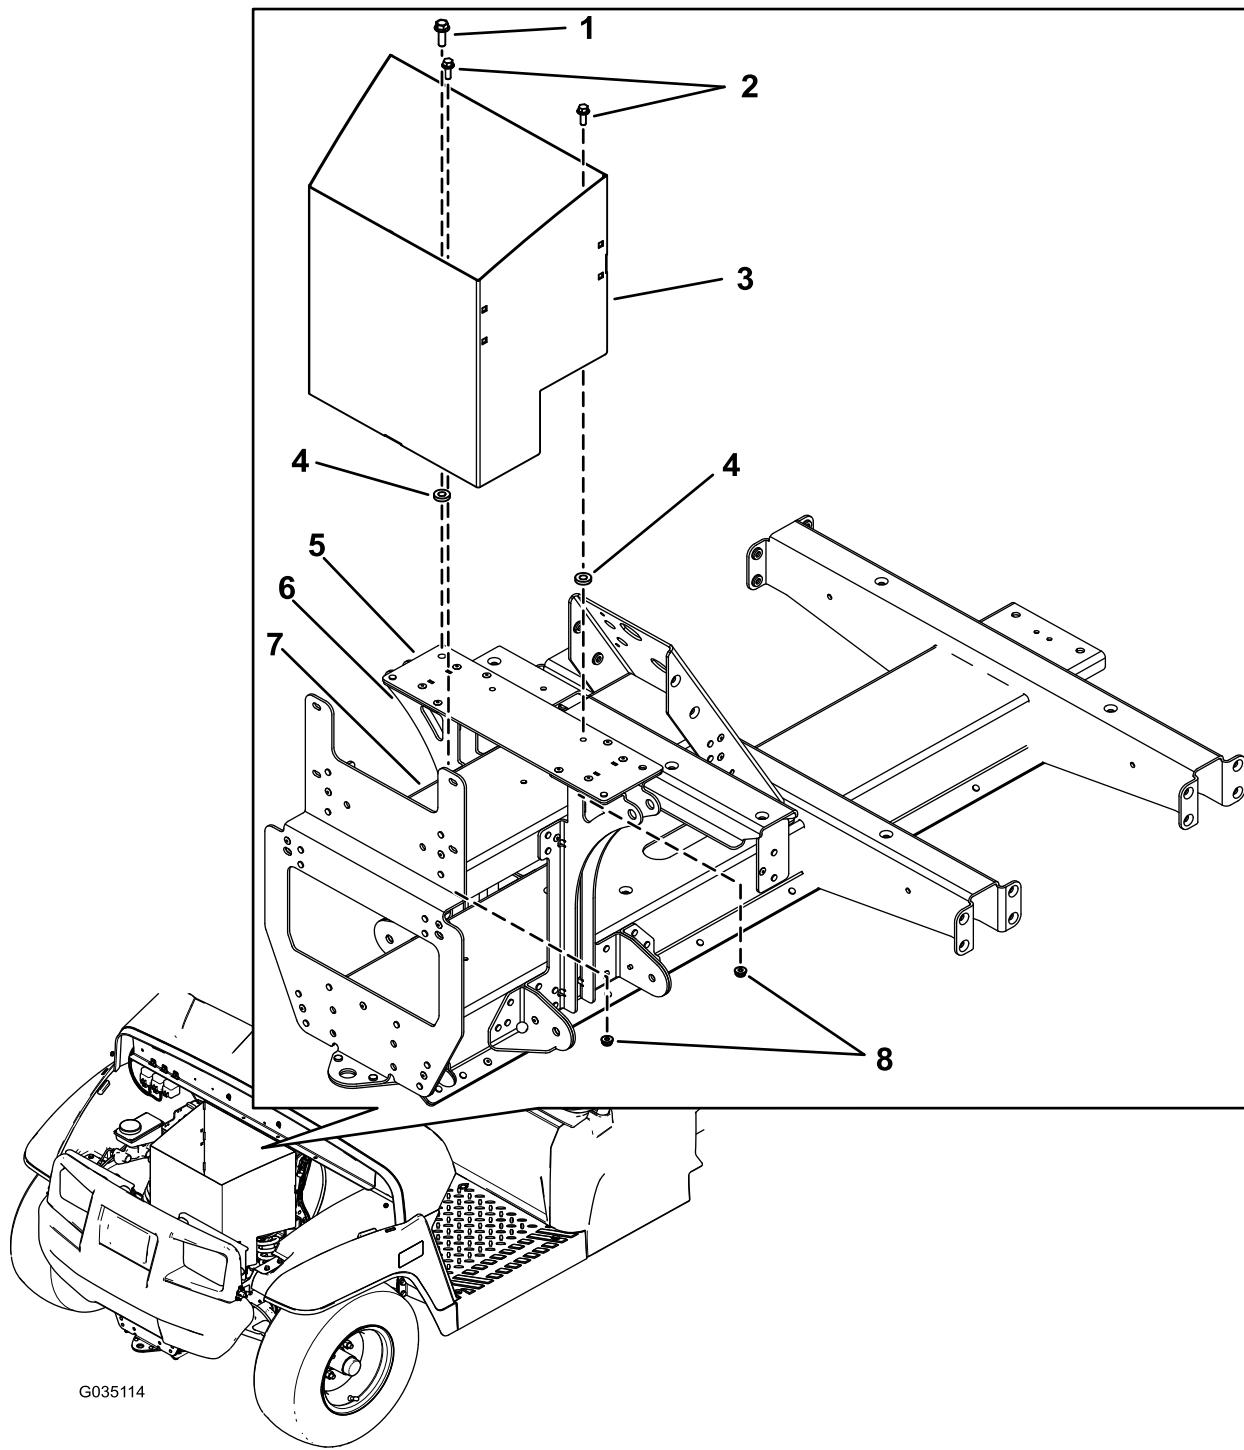

Figura 1
1. Rimuovete il bullone preesistente dal lato destro della piastra d'appoggio (Figura 1).
2. Allineate i 2 distanziali con i fori nella piastra d'appoggio (Figura 1).
3. Abbassate delicatamente il vano portaoggetti sui distanziali e la piastra d'appoggio (Figura 1).
4. Montate la vite a testa esagonale (5/16" x 1") attraverso il vano portaoggetti, la piastra d'appoggio e la staffa di montaggio dell'ammortizzatore anteriore destra (Figura 1).
5. Montate una vite a testa esagonale (1/4 x 3/4 poll.) e un dado flangiato (1/4 poll.) attraverso il vano portaoggetti e la piastra d'appoggio (Figura 1).
6. Montate una vite a testa esagonale (1/4 x 3/4 poll.) e un dado flangiato (1/4 poll.) attraverso il vano portaoggetti e la staffa di supporto dell'ammortizzatore (Figura 1).